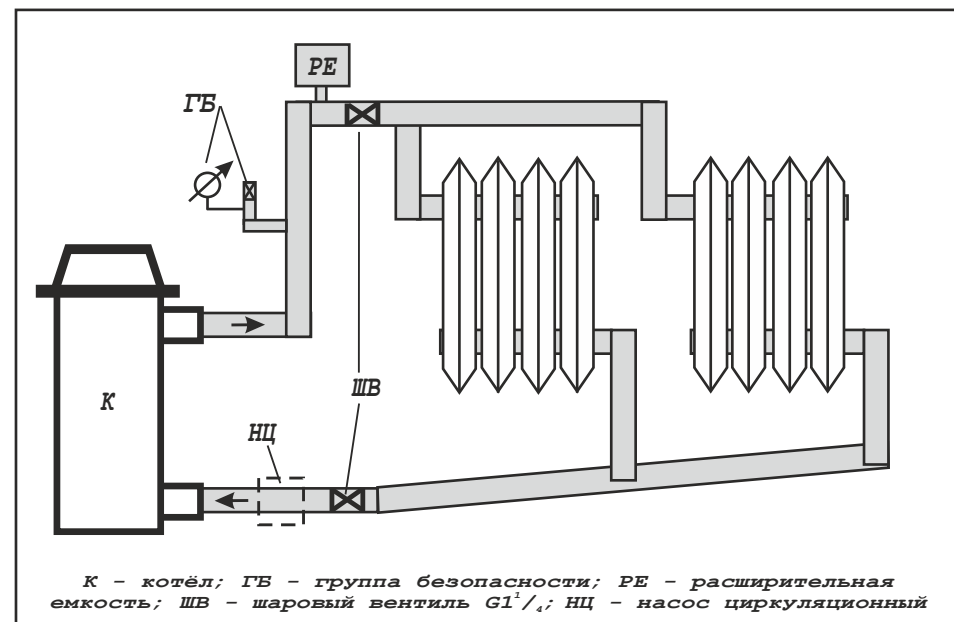

Рисунок 5. Примерная схема системы отопления
5.9 **Внимание!** При эксплуатации прибора запрещается полностью или частично перекрывать шаровые вентили на входе и выходе из котла (см. рисунок 5).